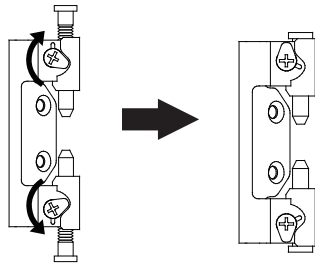

図 4 蝶番ピンの固定のし方
- ・扉の取付け時、ギャビンヒンジは扉の中央部より取付けてください。ギャビンヒンジねじ部を矢印方向に回し、確実に固定してください。(図 4、5)